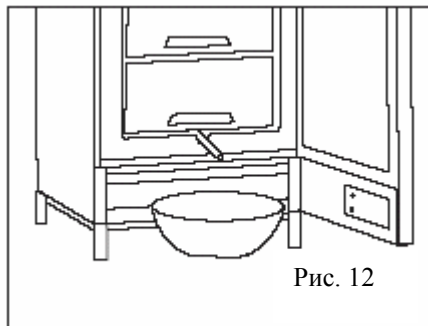

Рис. 12
3. Извлеките трубу стока на дне шкафа и подставьте под неё чашу для сбора оттаявшей воды (рис. 12). Если труба примерзла, положите на неё на несколько минут тряпку, смоченную в горячей воде.